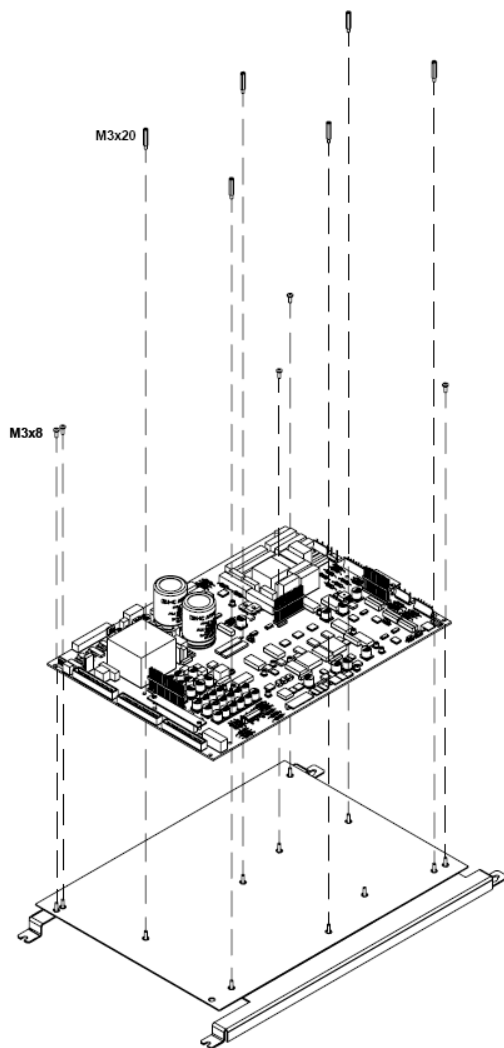

Figura 7.1.8 Retirar la tarjeta de potencia.
- 5) Colocamos la tarjeta sobre la bandeja para la electrónica, haciendo coincidir los pernos de esta con los agujeros de la tarjeta. (ver figura 7.1.8).